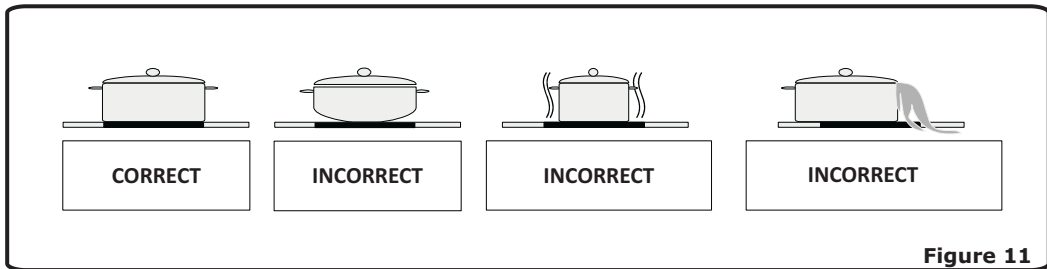

Figure 11
- Veillez à ce que la base de la casserole soit sèche avant de la placer sur la plaque chauffante. Lorsque la plaque chauffante est allumée, il est important de veiller à ce que la casserole soit correctement centrée sur la plaque (Figure11).